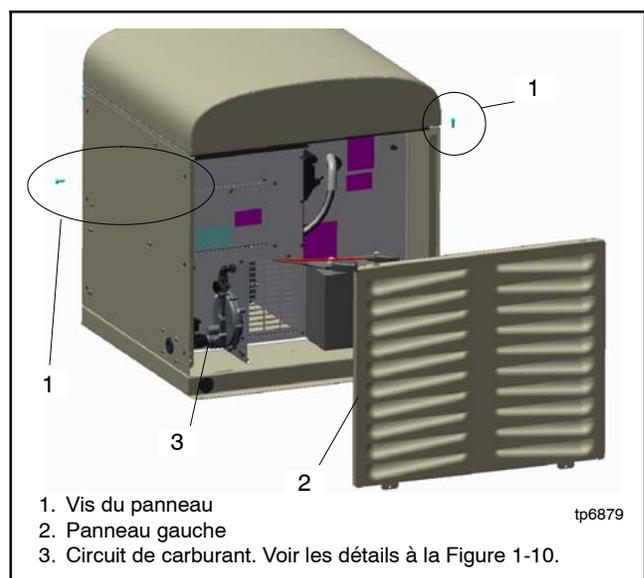

Figure 1-11 Déposer le panneau gauche
5. Retirer les vis du panneau et déposer le panneau à persiennes du côté gauche. Figure 1-11.